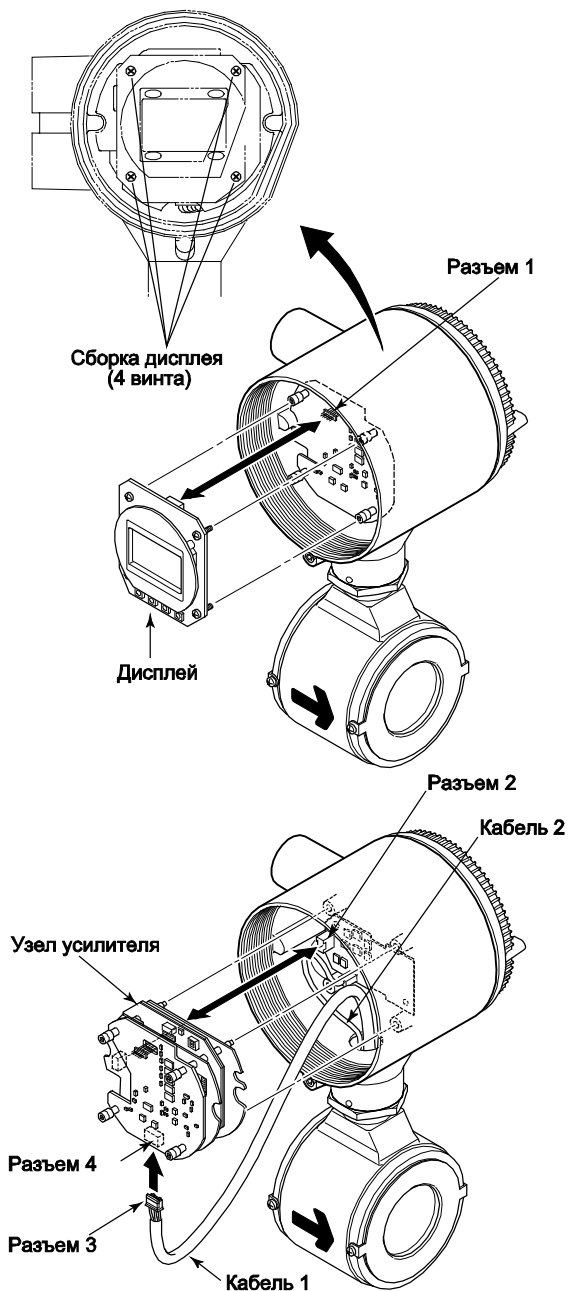

Рисунок 11.2.5 Сборка усилителя
- (1) Выключите питание.
- (2) Снимите крышку.
- (3) Удерживая индикаторный блок рукой, открутите четыре крепежных винта. Снимите разъем 1, вытягивая по прямой, чтобы не повредить его (см. Рис. 11.2.5).
- (4) Освободите крепежные винты, поворачивая их по часовой стрелке шестигранным ключом (с номинальным размером 5.5).
- (5) Осторожно снимите узел усилителя, медленно вытягивая его по прямой, чтобы не повредить разъемы 2 и 3.
- (6) Удерживая индикаторный блок рукой, снимите разъем 3, осторожно придерживая его пальцами (когтями) за обе стороны. Во время данной работы не прикладывайте излишнего усилия к разъему 4.